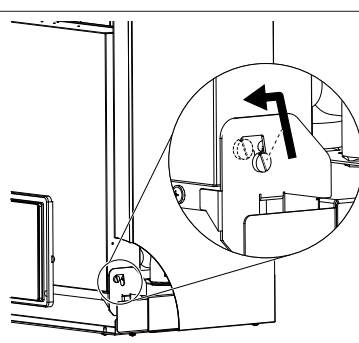

fig. 18 - cómo se desbloquea la caja eléctrica
- sujete la caja eléctrica y desbloquearla (fig. 18)